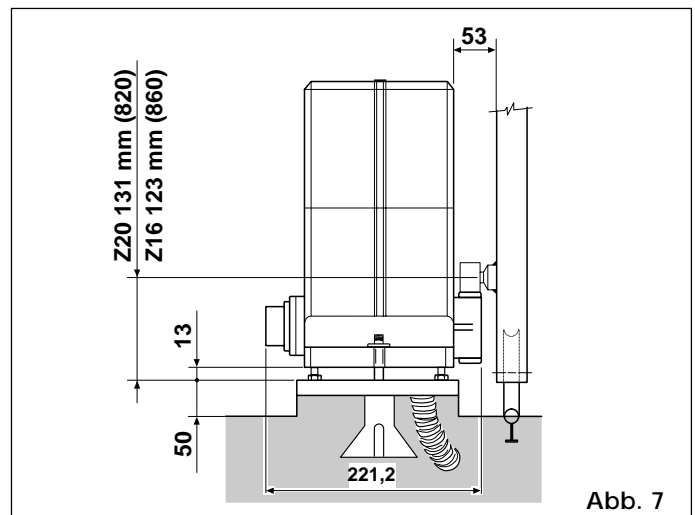

Abb. 7
Hinweis: Die Fundamentplatte sollte auf einem Zementsockel ca. 50 mm vom Boden abstehen (Abb.7).
- 3) Höhe der Stellfüße sowie Abstand zum Tor gem. Abb. 7 einstellen.